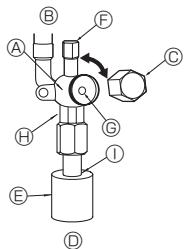

Fig. 4-5
4.5. Método de apertura de la válvula de retención (Fig. 4-5)
① Abra la tapa y gire la varilla de válvula hacia la izquierda hasta su tope, utilizando una llave hexagonal de 4 mm, 5/32 pulgadas. Deje de girar cuando llega al tope. (ø6,35, 1/4 pulgadas: Aproximadamente 4,5 revoluciones) (ø9,52, 3/8 pulgadas: Aproximadamente 10 revoluciones)
② Cerciórese de que la válvula de parada esté completamente abierta, empuje la manivela y enrosque la tapa en su posición original.